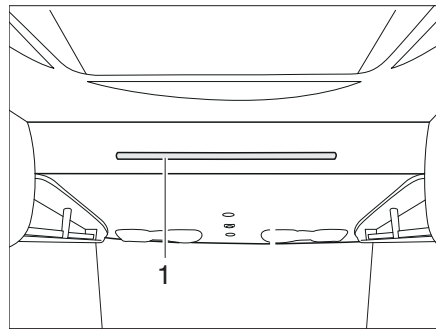

Fig. 143 Lit escamotable manuel
- Tirer le lit escamotable à deux mains vers le bas à l'aide de la barre de maintien (Fig. 143,1).
- Accrocher l'échelle d'accès avec les deux étriers dans la barre de maintien (Fig. 143,1) du lit escamotable.